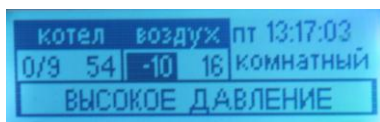

Рисунок 22
В этих случаях будет произведено обесточивание ТЭНов с помощью контактора, замкнутся контакты зажима подключения приёмника сигнала об отказе (например интеллектуального термостата GSM-Climate ZONT-1H или WiFi-Climate ZONT-2H) ХТ7 (см. рис. 4), включится индикатор отказа (8) рис. 5 и появится текстовое сообщение о характере несоответствия. Пример см. рис. 22. После устранения причины несоответствия прибор вернется к предыдущему режиму работы с сохранением настроек и параметров.